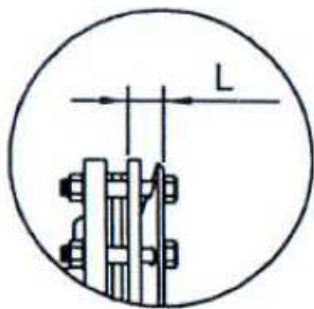

Рисунок 7.6
Регулировка достигается путем поджатия/ослабления пружины муфты. Ориентировочная длина пружины (L) должна составлять 17,4 мм (рисунок 7.6).